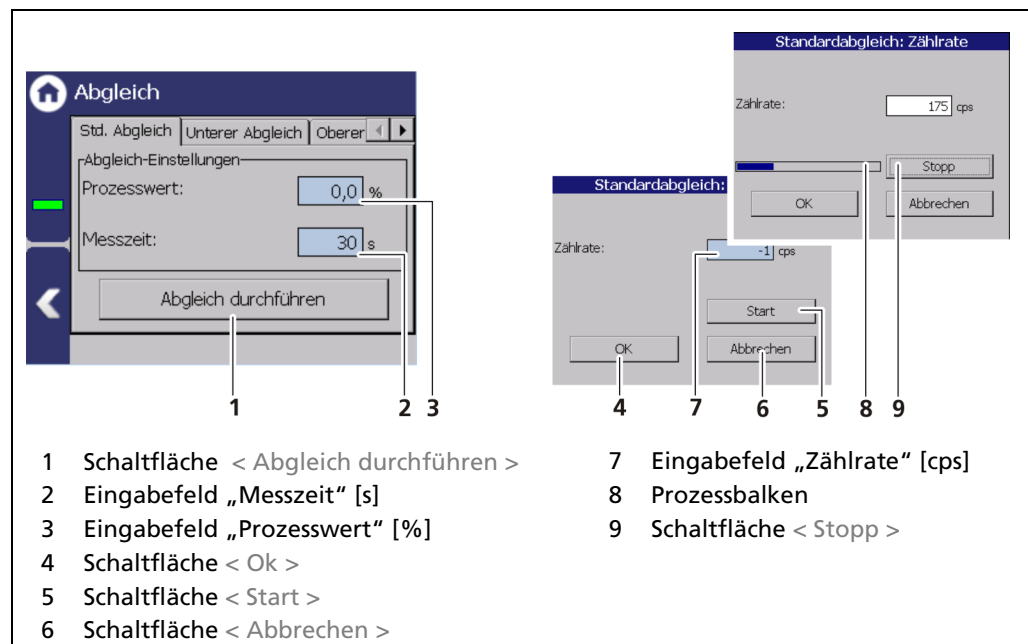

Abb. 86 Standardabgleich
1. Klicken Sie auf das Feld „Prozesswert“ (Abb. 86, Pos.3) um das Eingabefeld zu öffnen.
3. Klicken Sie auf das Feld „Messzeit“ (Abb. 86, Pos.2) und geben Sie die Dauer der Messung in Sekunden an. Je höher Sie die Messzeit einstellen, umso genauer fällt das Ergebnis aus.
4. Klicken Sie auf die Schaltfläche < Abgleich durchführen > (Abb. 86, Pos.1).
5. Klicken Sie auf die Schaltfläche < Start > (Abb. 86, Pos.5) um die Messung zu starten.
6. Klicken Sie auf die Schaltfläche < OK > (Abb. 86, Pos.4) um den Wert zu bestätigen.